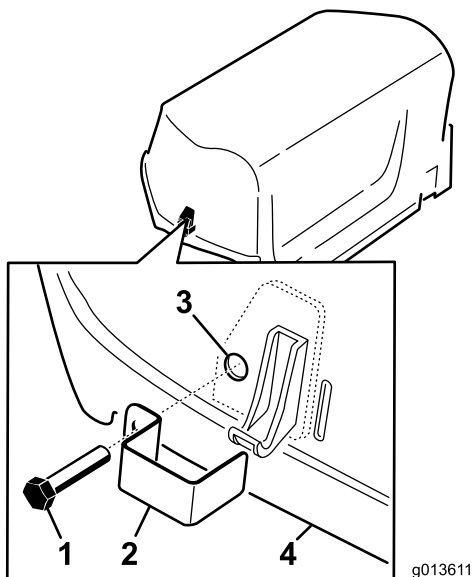

Figura 5
1. Instale un seguro sobre los cierres derecho e izquierdo del capó (Figura 5) con un perno de rosca completa (2 en total).
2. Usando un alicate o una llave inglesa ajustable, enrosque una arandela de freno con dientes internos sobre cada perno (1-2 vueltas) para sujetar los pernos (Figura 5).